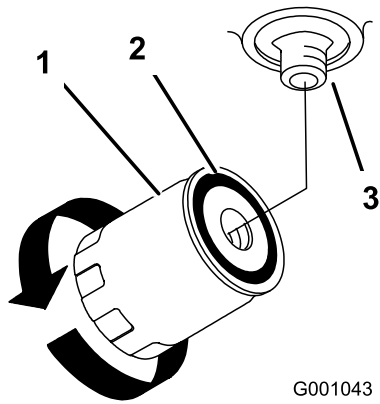

Figura 58
4. Aplique una capa fina de aceite hidráulico a la junta de goma sobre el filtro nuevo (Figura 58).
6. Llene el depósito de aceite hidráulico con aceite hidráulico hasta que éste rebose por encima del filtro, gire el filtro en el sentido de las agujas del reloj hasta que la junta de goma entre en contacto con el adaptador del filtro, luego apriete el filtro media vuelta más (Figura 58).